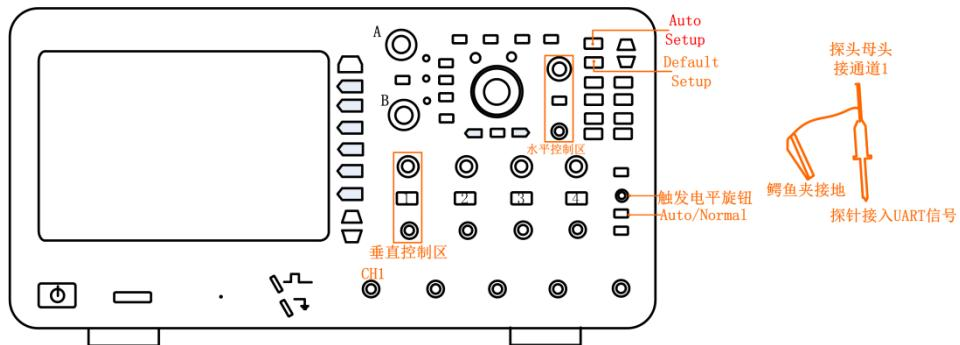

图 10.6 UART 协议连接线路
- 1、在通道 1 中接入 UART 协议，其中探头 BNC 接口接通道 1，探钩接 UART 协议(TXD)，鳄鱼夹接地，如图 10.6；